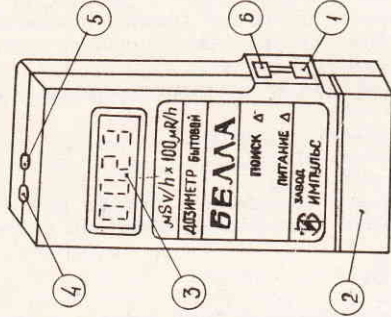

Рис. 1.
5.6. Расположение и назначение органов управления и индикации приведены на рис. 1.
6.1. Установите выключатель питания (поз. 1 рис. 1) и режима ПОИСК (поз. 6 рис. 1) в положение отключено (нижнее положение).
- откройте отсек питания, потянув нижнюю часть крышки отсека питания (поз. 2 рис. 1) вверх и на себя;
6.3. Включите дозиметр, для чего выключатель питания (поз. 1 рис. 1) переведите в положение ПИТАНИЕ. При этом на цифровом табло должны индицироваться
МЭД — КОНТР. ПИТАНИЯ (поз. 4 рис. 1). При этом должен загореться индикатор напряжения батареи питания (поз. 5 рис. 1).
7.1.3. Включите режим ПОИСК, для чего выключатель (поз. 6 рис. 1) переведите в положение ПОИСК.